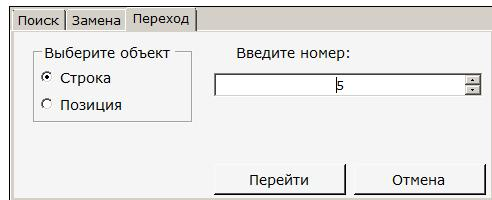

Рисунок 26 – Диалог поиска (вкладка «Переход»)
- F6 – вызов диалога поиска с активной вкладкой «Переход» (Рисунок 26).
- F5 – выбор условия перехода на строку УП – по её номеру либо позиции в файле (Рисунок 26).